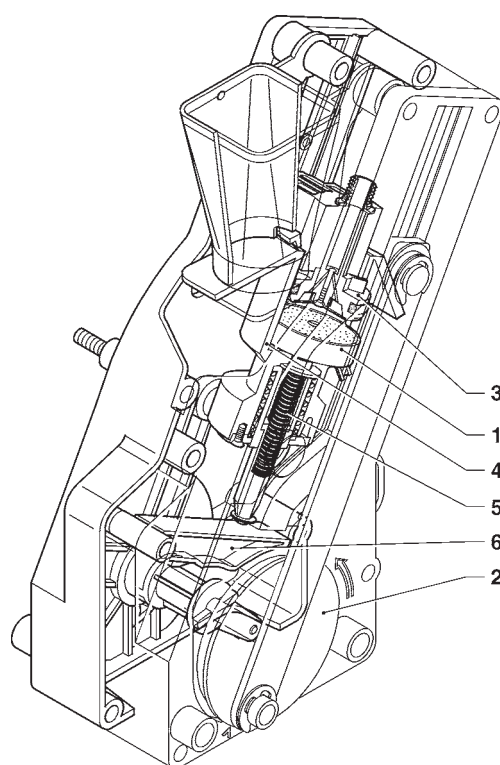

Fig. 16
La manivela del motorreductor, enganchada en el disco exterior (2) del grupo, gira 180° haciendo oscilar la cámara de infusión y bajar el pistón superior (3) (ver Fig. 16).